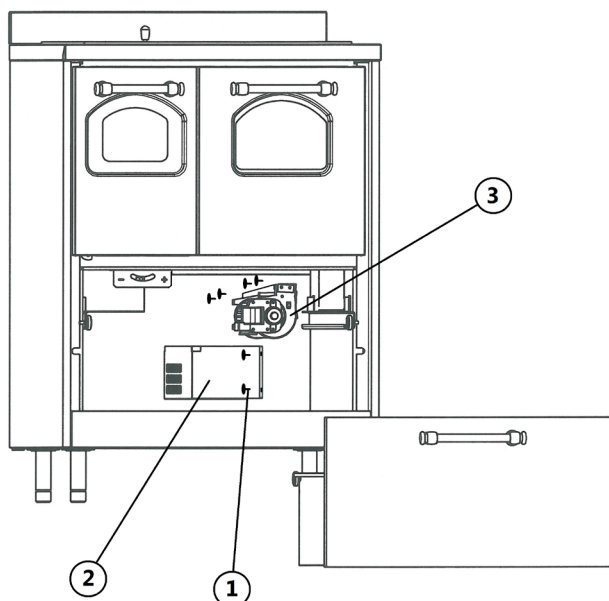

Fig. 17 - Sustitución ventilador
LEYENDA Fig. 17 a pág. 21
- Destornillar los 4 tornillos que están en los lados del cárter de protección del ventilador (véase **Fig. 17 a pág. 21**).